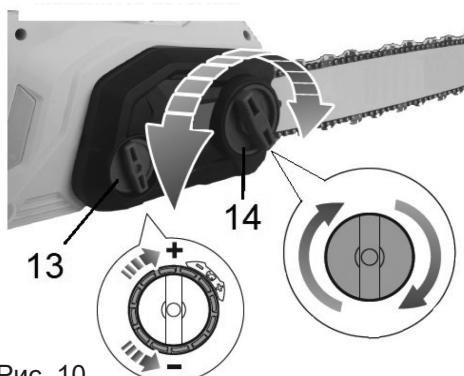
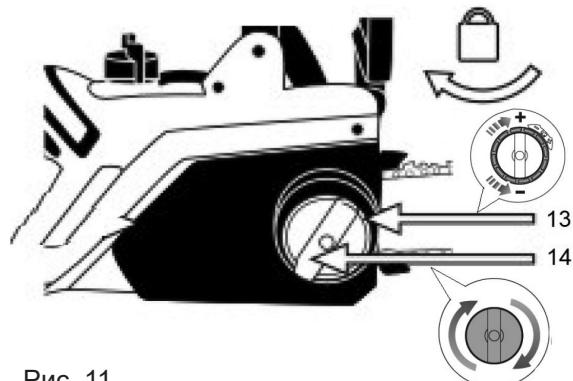
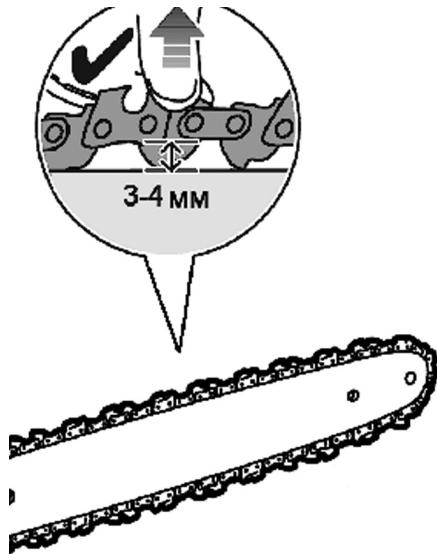

Рис. 10
Рис. 11
Рис.12
1. Ослабьте ручку 14 (рис. 10, рис. 11) вращая ее против часовой стрелки.
2. Приподнимите переднюю часть шины вверх, и удерживая ее, крутите ручку натяжения цепи 13 (рис. 10, рис. 11) по часовой стрелке до тех пор, пока цепь не будет плотно прилегать к нижней части шины. Затем возьмите цепь посередине шины с верхней части и приподнимите верх. Хвостовики цепи не должны выходить из направляющего паза шины на высоту более 3 -4 мм (рис. 12).
3. Зафиксируйте шину ручкой крепления шины 14 (рис. 10, рис. 11).